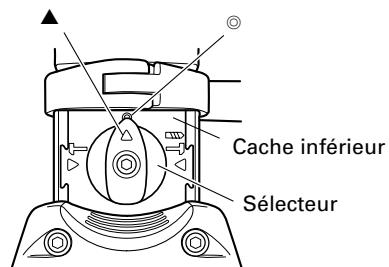

Fig. 8
- Tirer sur le sélecteur, libérer le verrouillage et le tourner. Aligner ▲ du sélecteur sur ○ sur le dessous, comme indiqué à la Fig. 8.